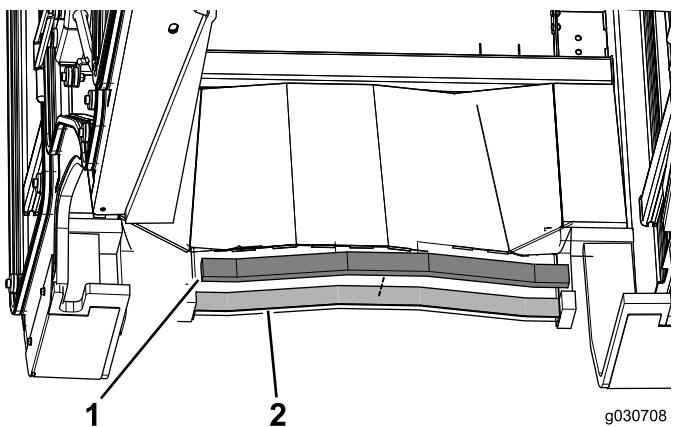

Figura 15
3. Aplique o vedante de esponja traseiro na parte traseira da unidade da cabina (Figura 15).